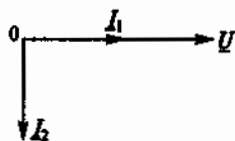

Рис. 72
3.9. Какой из трех цепей, приведенных на рис. 70, соответствует векторная диаграмма, данная на рис. 72?